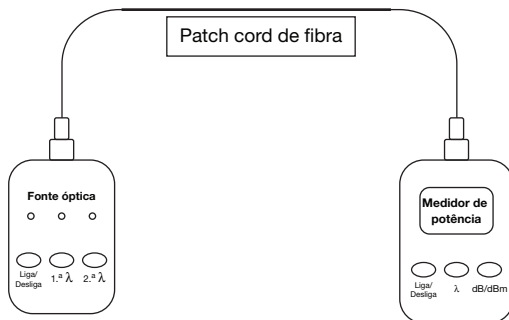

Figura 3
3. Conecte uma fonte de laser (SM) ou LED (MM) a uma extremidade da fibra e um medidor de potência à outra extremidade da fibra. Vide a Figura 3.